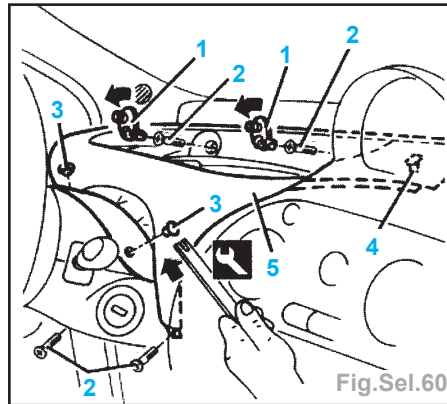

Fig.Sel.60
• le revêtement latéral G de planche de bord (Fig.Sel.60),